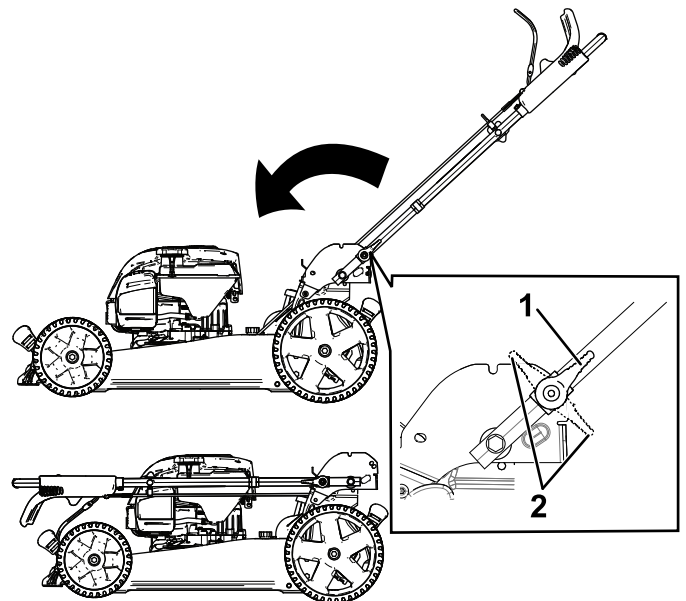

Figura 25
3. Abra las palancas de bloqueo del manillar (Figura 25).
4. Pliegue el manillar completamente hacia adelante (Figura 25).